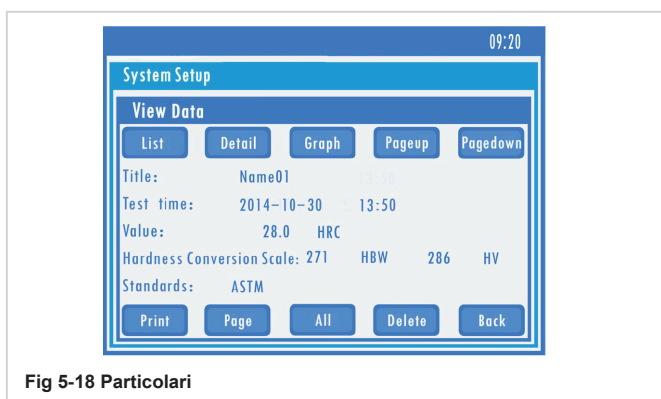

Fig 5-18 Particolari
**2) Dettagli:** Per visualizzare le informazioni dettagliate di ciascun risultato di prova, come il tempo di prova, la scala di prova, la conversione di durezza. **Fig. 5-18**.